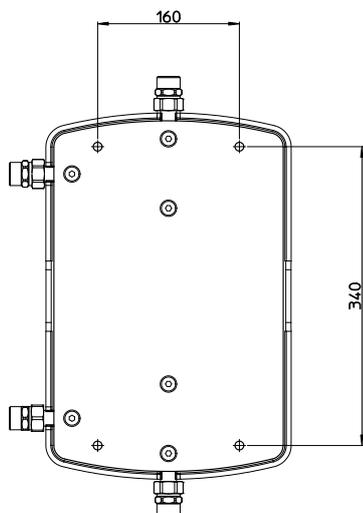

Abb. 2: Rückseitige Stahlplatte zur Befestigung an der Wand
- ✓ Bestimmen und identifizieren der Stelle für die 4 Löcher auf der Wand, laut Schema bei Abb. 2;